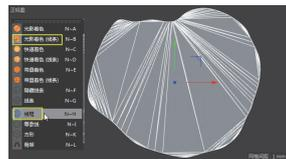

图 5-24
**04** 将视图以“光影着色(线条)”+“线框”模式显示，可以看到放样曲面的线框分布也是比较凌乱的，不利于网格划分，如图 5-24 所示。